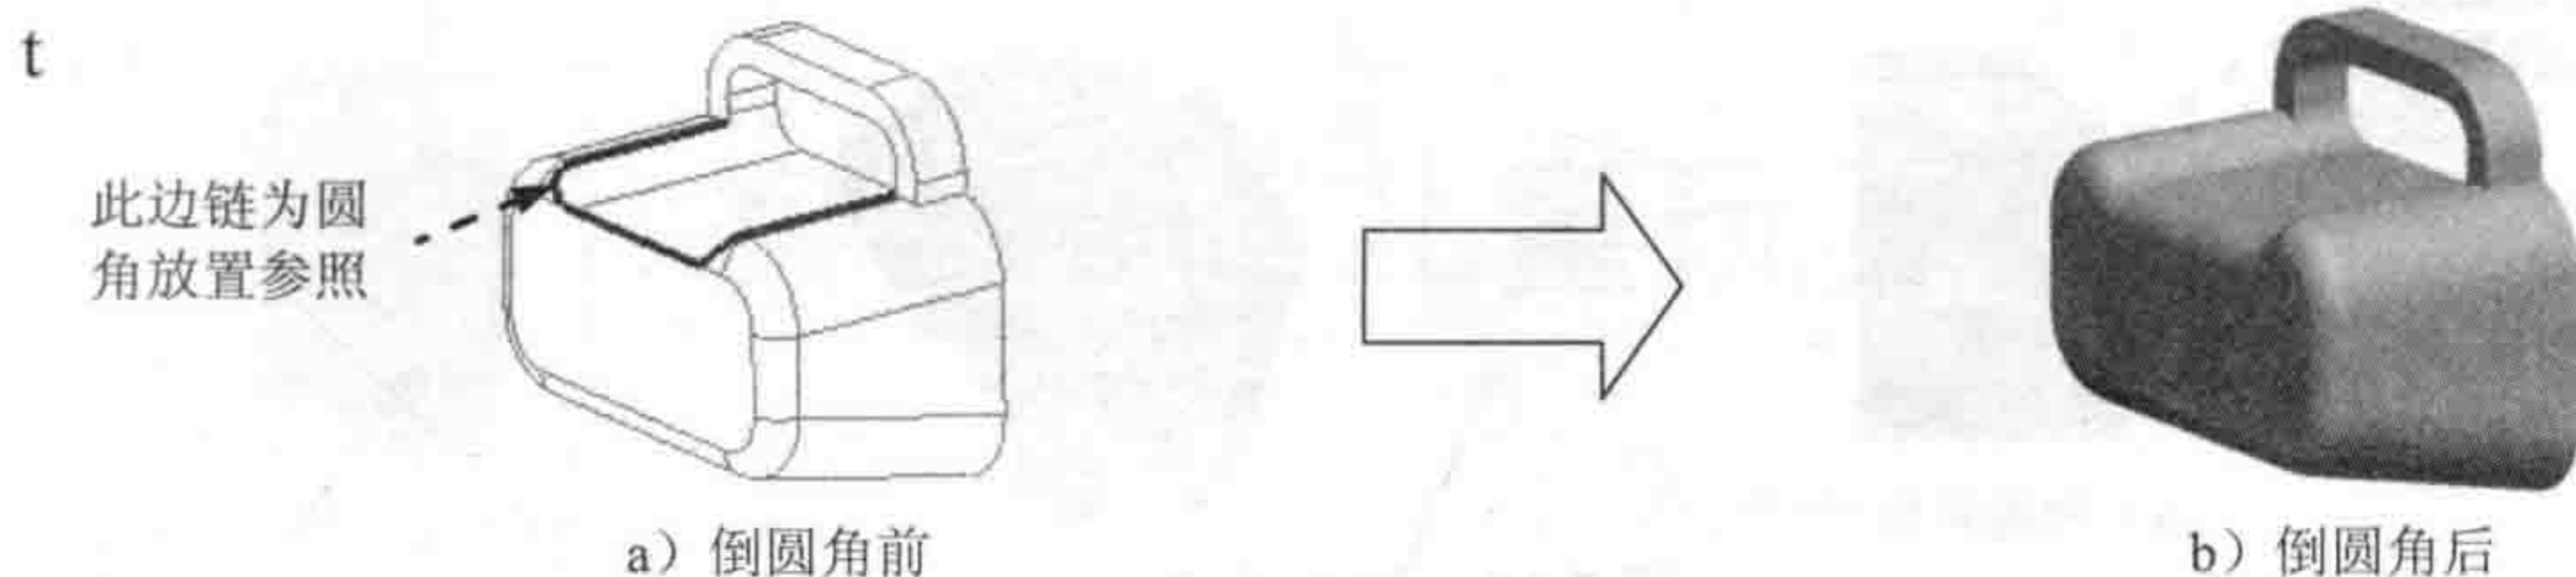

图 2.15 倒圆角 4
Step8. 添加图 2.15 所示的倒圆角特征——倒圆角 4。选择图 2.15a 中的边链为圆角放置